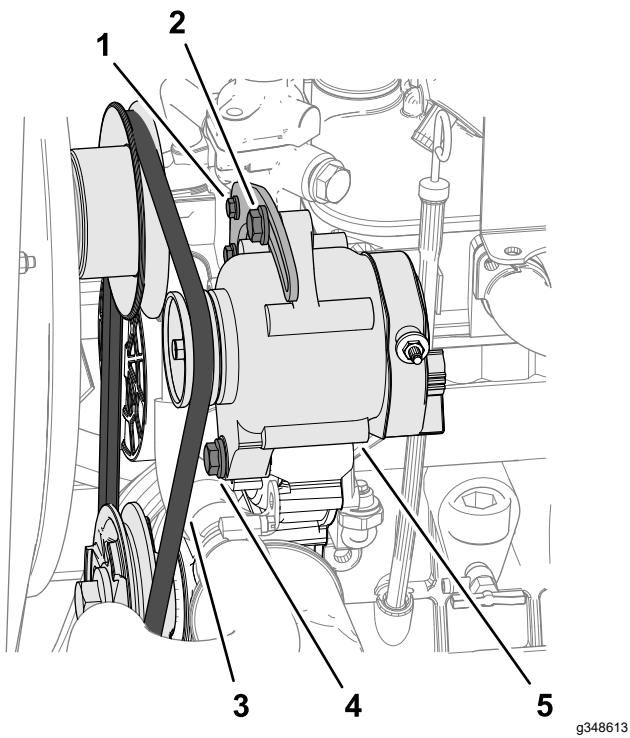

Bild 83
4. Üben Sie eine Kraft von 100 N (10 kg) auf den Lichtmaschinenriemen (Bild 83) in der Mitte zwischen den Riemscheiben aus.
- Wenn der Riemen um weniger als 10 mm ausgelenkt werden kann, lösen Sie den Drehstift und die Spannschraube (Bild 83) der Lichtmaschine und verringern Sie die Riemenspannung.
- Wenn der Riemen um mehr als 10 mm ausgelenkt werden kann, lösen Sie den Drehstift und die Spannschraube (Bild 83) der Lichtmaschine und erhöhen Sie die Riemenspannung.
- Hinweis:** Lösen Sie bei Bedarf die Spannschraube der Halterung (Bild 83).
6. Ziehen Sie die Schrauben fest (Bild 83).